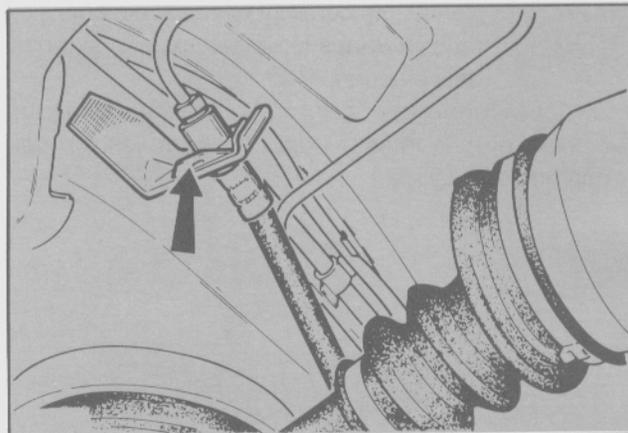

Fig. 38. Montaje del tubo flexible de freno
- Montar el tubo flexible de freno en el soporte de montaje y apretarlo con la grampa en U (Fig. 38).